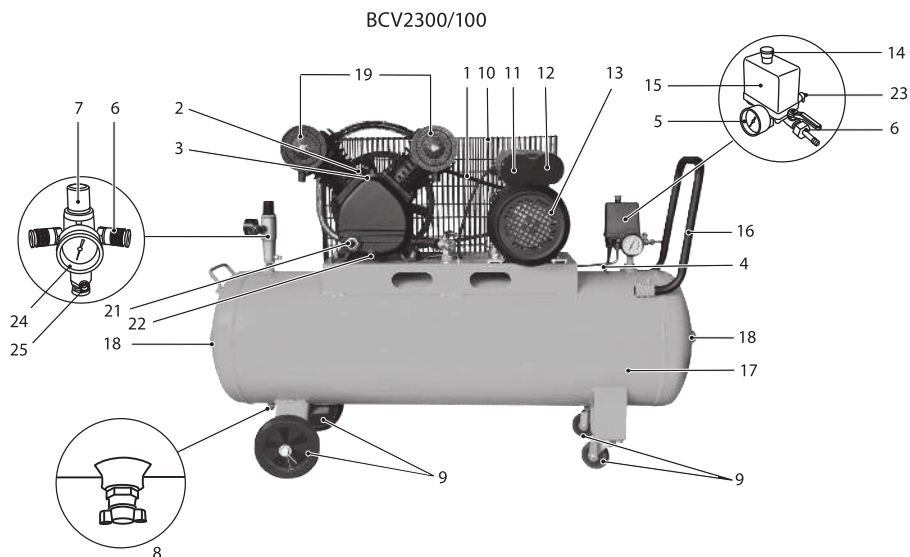
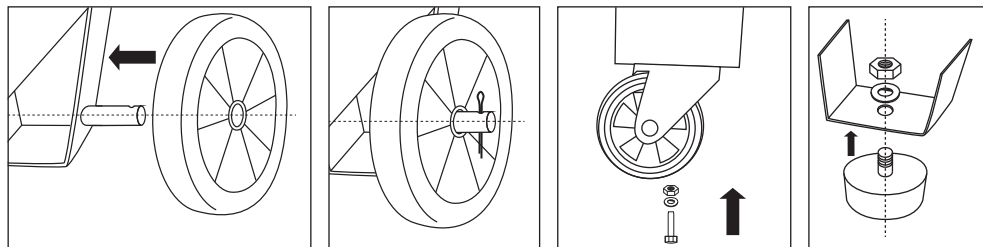
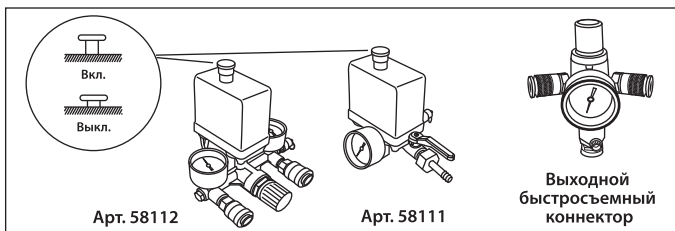
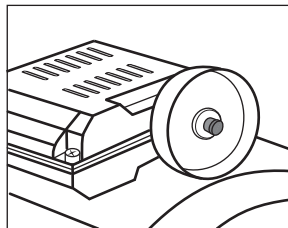

рис. 1
рис. 3
рис. 6.1
рис. 7
- Манометром 5 (рис. 1) для контроля давления сжатого воздуха;
- Реле давления 15 (рис. 1) для регулирования производительности периодическим запуском/остановкой компрессора;
Установите транспортировочные колеса 9 (рис. 1) для модели BCV2300/100 или antivибрационные опоры 20 (рис. 1) для модели BCV2200/100V и вверните воздушный фильтр 19 (рис. 1) в отверстие головки блока цилиндра (рис. 3).
Убедитесь, что выключатель компрессора 14 (рис. 1) находится в положении «Выключено» (рис. 6.1).
Установите регулятор давления 7 (рис. 1) в положение «min».
Подключите к выходному быстросъемному коннектору 6 (рис. 1), (рис. 6.1) компрессора пневматический инструмент.
При первом запуске компрессор должен проработать без нагрузки около 10 минут с полностью открытым регулятором давления 7 (рис. 1) выходного воздуха и клапаном слива конденсата из ресивера.
По истечении времени обкатки закройте клапан слива конденсата 8 (рис. 1) и проверьте, чтобы компрессор нагнетал воздух в ресивер 17 (рис. 1) и останавливался автоматически при помощи реле 15 (рис. 1) при достижении максимального значения давления.
Перед запуском следует убедиться, что переключатель реле давления 14 (рис. 1) находится в положении «Выключено», а вилка вставлена в сетевую розетку.
Поворачивая регулятор давления 7 (рис. 1) по часовой стрелке, установите давление, рекомендуемое производителем подключаемого пневмоинструмента, требуемый уровень давления отразится на манометре 24 (рис. 1).
Перед повторным запуском убедитесь, что параметры электросети соответствуют техническим характеристикам устройства, после чего нажмите кнопку 12 (рис. 1) предохранителя от перегрузки (рис. 7).
Для правильного использования компрессора проверьте оптимальное значение давления подключаемого инструмента. Регулировка и контроль выходного давления сжатого воздуха возможны с помощью выходного быстротъемного коннектора 6 (рис. 1) и манометра 24 (рис. 1). Для этого достаточно повернуть вентиль редуктора по часовой стрелке для увеличения давления и против часовой стрелки – для уменьшения давления.